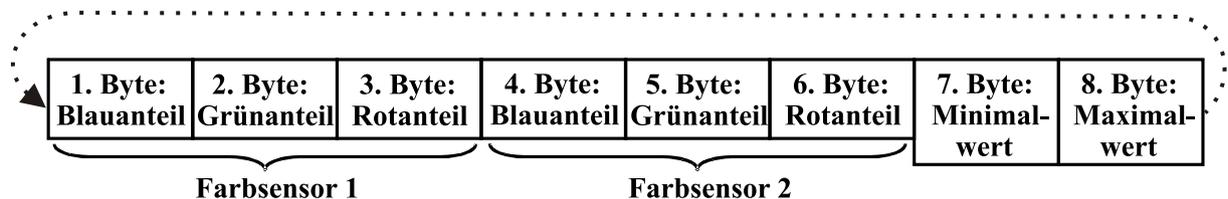
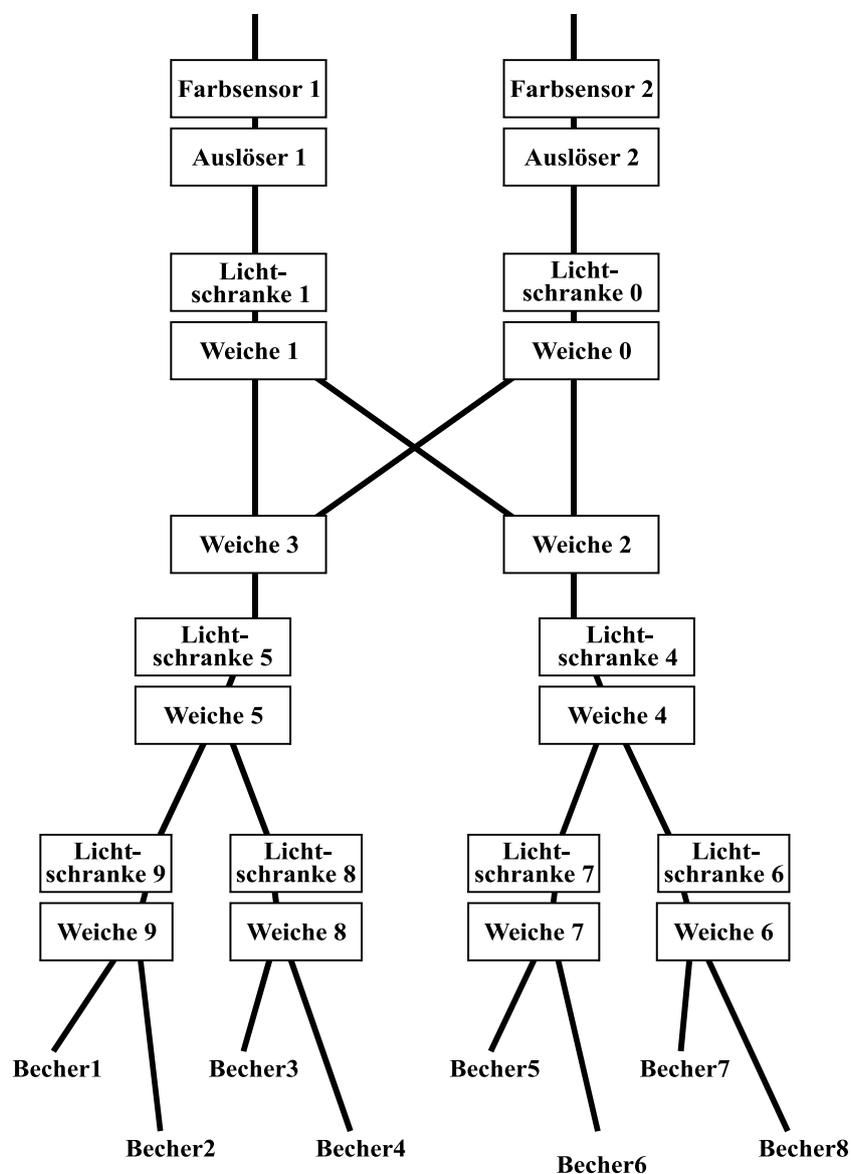

Abbildung 3: kompletter Durchlauf der acht vom Steuergerät erzeugten Einzelmessungen
Abbildung 5: Komponenten der Kugelbahn
Eine Farbmessung im Magazinmodus wird durch Setzen von **Bit 0** an *PORT\_B\_C* der I/O-Karte veranlasst. Der erste gewandelte Farbwert ist immer der Blauanteil von Farbsensor 1 (vgl. Abbildung 3). Eine Numerierungen aller Komponenten der Kugelbahn, die auch für Ihr Programm verwendet werden sollte, finden Sie in Abbildung 5 am Ende des Manuals. Nachdem ein gewandelter Farbwert an *PORT\_B\_A* anliegt, wird ein Interrupt im Targetrechner ausgelöst und die Interruptroutine *user\_isr()* im Modul *Rahmen.c* aufgerufen. Mit der Interruptroutine kann der Farbwert von *PORT\_B\_A* eingelesen werden. Wurden alle 3 Farbwerte zu einer Kugel abgeholt, dann kann **Bit 0** an *PORT\_B\_C* wieder zurückgesetzt werden, was die AD-Wandlung im Steuergerät stoppt. Die digitalen Farbwerte am Steuergerät liegen in folgender Sequenz vor:
Insgesamt besteht ein Durchlauf im Steuergerät also aus acht Messungen. Jede der Messungen liegt negiert an der I/O-Karte des Targets an. Jede abgeschlossene Messung wird im Targetrechner durch den selben Interrupt angezeigt. Es obliegt Ihrem Programm die Farbwerte zur richtigen Kugel auszuwerten. Eine Farbmessung zu einer Kugel muss nicht zwangsläufig alle acht Einzelmessungen durchlaufen. Der AD-Wandler im Steuergerät kann beispielsweise nach der dritten Messung abgeschaltet werden, wenn nur die Kugel vor Auslöser 1 gemessen wird. Wird der AD-Wandler nach der achten Messung nicht abgeschaltet, dann beginnt die Sequenz wieder von vorn, d.h. mit dem ersten Farbwert (Blauanteil) für die Kugel vor Farbsensor 1. In Abbildung 3 wird der komplette Durchlauf aller acht Einzelmessungen nochmals verdeutlicht.
**WICHTIG:** Ebenfalls durch den selben Interrupt, durch den gewandelte Farbwerte angezeigt werden, werden dem Targetrechner von den Weichen-Lichtschranken erkannte Kugeln mitgeteilt. Ihr Programm muss in solchen Fällen das *PORT\_B\_B* der I/O-Karte auslesen und entsprechende Massnahmen zum Stellen der zugehörigen Weiche einleiten. Signale von Weichen-Lichtschranken können zeitgleich zu gewandelten Farbwerten vorliegen! Um Weichen-Lichtschranken-Signale zu erzeugen, muss das **Bit 0** an *PORT\_B\_C* nicht unbedingt gesetzt sein! Wenn **Bit 0** jedoch gesetzt ist, ist bei jedem Aufruf der Routine *user\_isr()* ein neuer Farbwert, gemäss der Reihenfolge aus Abbildung 3, abrufbar!